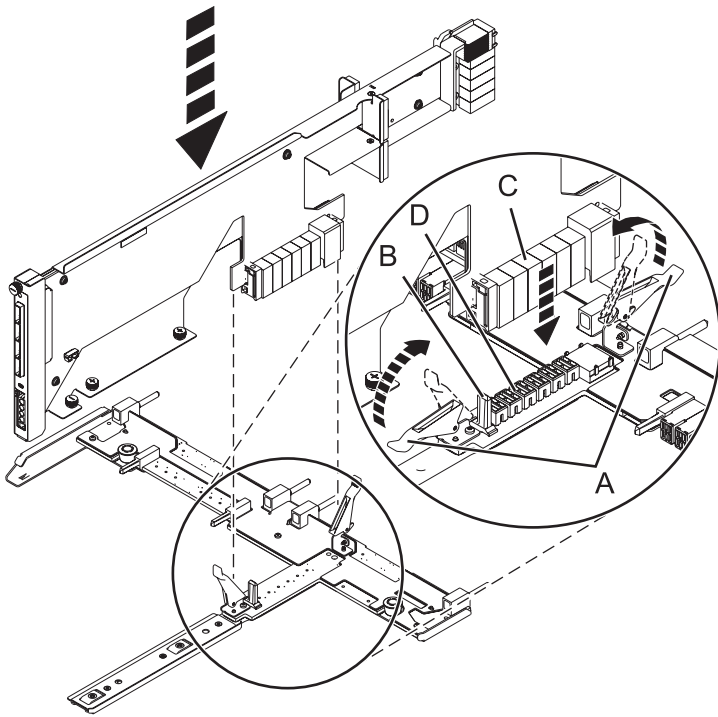

Figure 67. Installation de la carte d'extension SAS dans le fond de panier central
- a. Placez le connecteur de la carte (C) sur le raccord du fond de panier central (D) en vous aidant du guide (B) pour assurer un raccordement adéquat.
- b. Relevez le levier (A) pour insérer et fixer la carte d'extension SAS dans le fond de panier central, comme indiqué dans la figure 67, à la page 76.